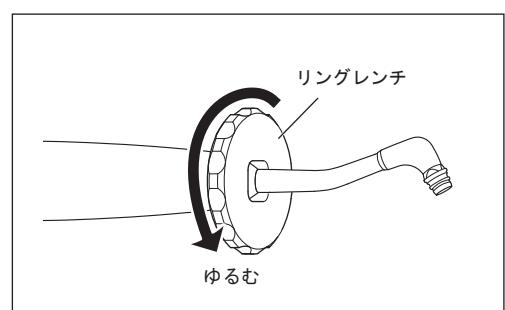

図42
- 1) 付属のリングレンチをノズルの先から通してねじをゆるめ、ハンドピースからノズルを取り外します（図42）。